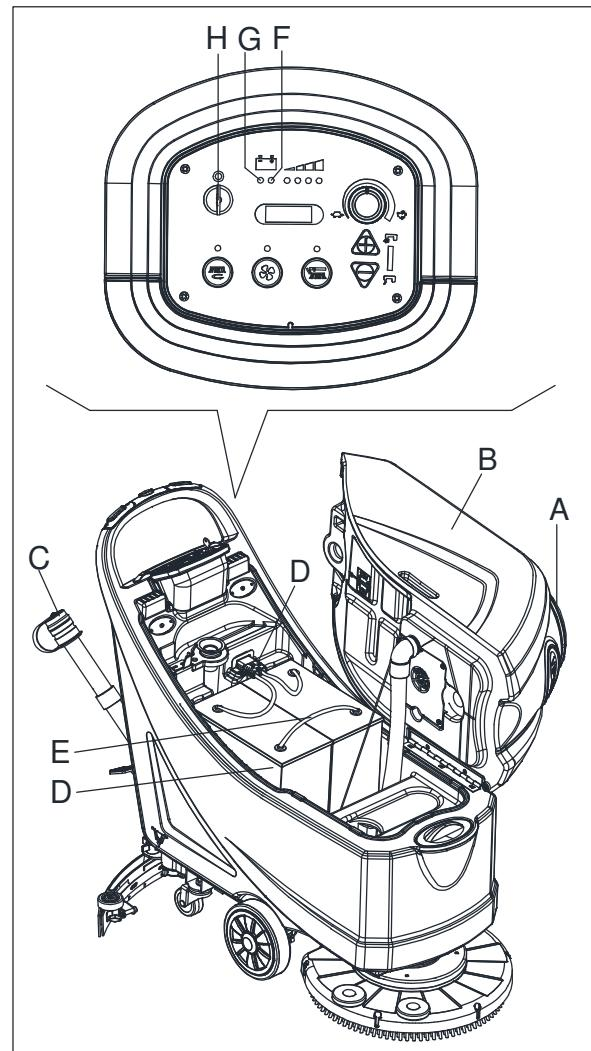

Figure 14
- Ouvrir le couvercle (A, Fig. 14) et vérifier si le réservoir d'eau de récupération (B) est bien vide; sinon, le vider par le tuyau de vidange (C).
- Tourner la clé de contact (H) sur "0".
- Soulever délicatement le réservoir (B).
- Vérifier le niveau d'électrolyte dans les piles (D); si nécessaire, en rajouter à travers les bouchons (E).
- Laisser tous les bouchons de la batterie (E) ouverts pour le chargement suivant.
- Si nécessaire, nettoyer la surface supérieure des batteries (D).